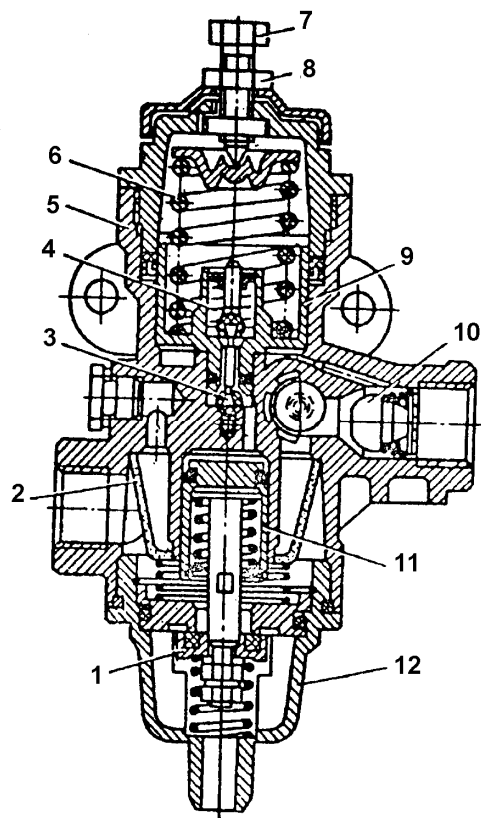

Рис. 42 Регулятор давления
Регулировка производится болтом 7 (рис. 42) с контргайкой 8, расположенными в верхней части регулятора. При пониженном давлении воздуха регулировочный болт заворачивается, при повышенном - отвертывается. Если не удастся правильно отрегулировать пределы давления, то регулятор следует снять для ремонта. Рекомендуется периодически, раз в два месяца, очищать и промывать фильтр регулятора давления. Особенно это важно в случае попадания масла в конденсат из-за неисправности компрессора.
а) демонтируйте шланг низкого давления, слив рабочую жидкость из трубопроводов гидросистемы, для чего предварительно выверните пробку 8 (см. рис. 42) ;
- а) заверните до отказа и законтрите проволокой пробку 8 (см. рис. 42) заборной трубы;